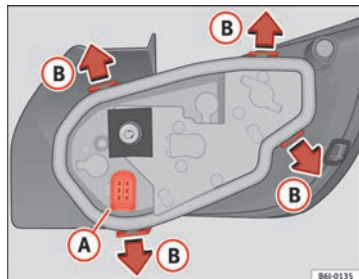

Abb. 167 Glühlampenersatz Rückleuchten
- Nehmen Sie den Lampenträger aus dem Gehäuse heraus. Drücken Sie dazu die Laschen **(B)** in Richtung der Pfeile ⇒ Abb. 167.